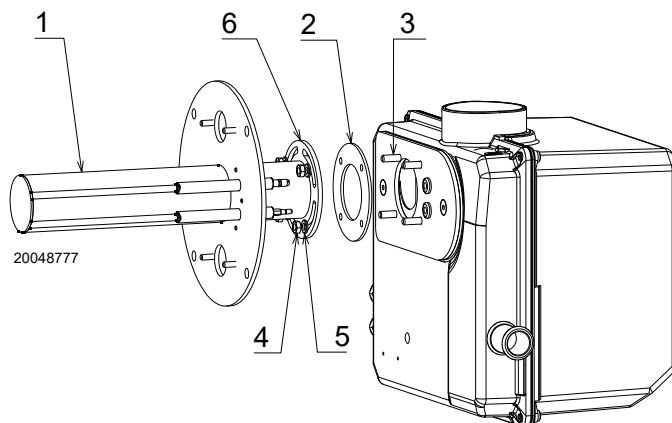

Рис. 7
- Открутите предварительно установленную гайку 4) (Рис. 7) и шайбу 5);